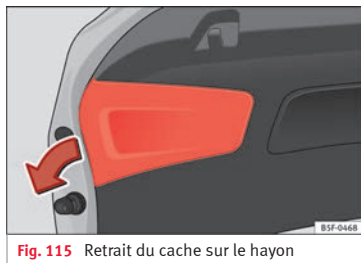

Fig. 115 Retrait du cache sur le hayon
- Retirez le cache du hayon dans le sens de la flèche » fig. 115.